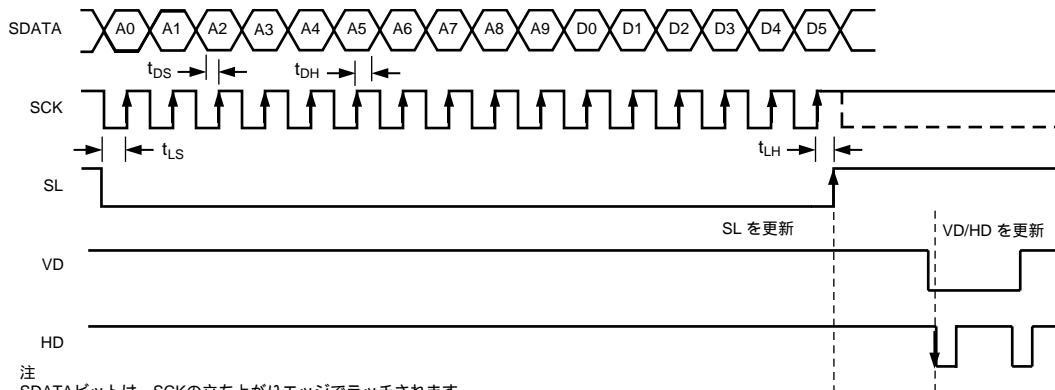

図52 シリアル書き込み動作
AD9891/AD9895のすべての内部レジスタは3線式シリアル・インターフェースを介してアクセスされます。各レジスタは、10ビット・アドレスと6ビット・データ・ワードで構成されています。10ビット・アドレスと6ビット・データ・ワードは、LSB先頭で書き込まれます。各レジスタに対する書き込みでは、16ビット動作が必要です(図52)。多くのレジスタが6ビット幅以下ですが、6ビットすべてを各レジスタに書き込む必要があります。レジスタが2ビット幅の場合、上位4ビットは無視され、シリアル書き込み動作時に“0”で埋めることができます。6ビット未満が書き込まれると、レジスタは新しいデータで更新されません。
- すべてのレジスタは、図52に示すようにVD/HD更新です。ただし、表XVIIに示すレジスタは除きます。これらのレジスタはSL更新です。